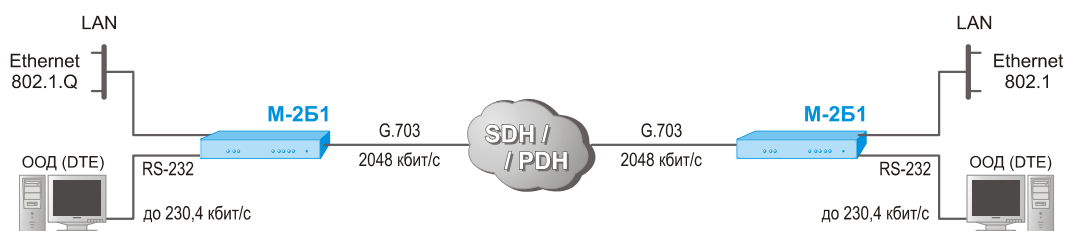

Рис. 11 Использование модема в сети передачи данных SDH/PDH
1. Соединить модемы в соответствии со схемой приведенной на Рис. 11;